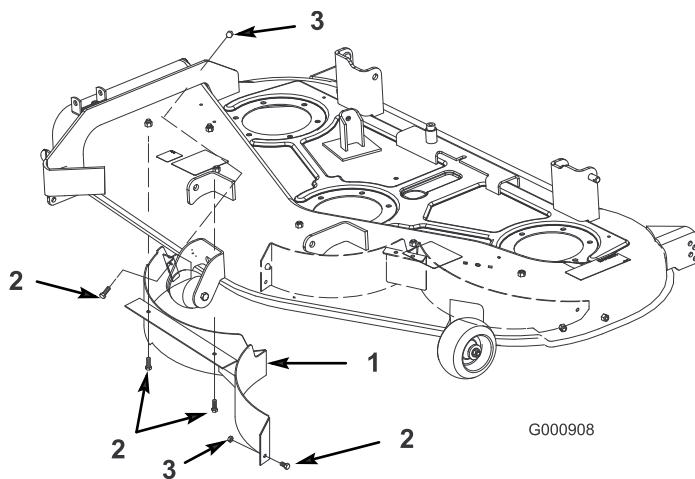

Bild 20
3. Nehmen Sie die Sicherungsmutter oben und in der Mitte des rechten Ablenklechs ab (Bild 20).
4. Lassen Sie das Ablenklech ab und ziehen Sie es aus der Auswurföffnung (Bild 20).
5. Setzen Sie aus Sicherheitsgründen die Schrauben (5/16 x 5/8 Zoll) und Sicherungsmuttern (5/16 Zoll) in die offenen Löcher am Mähwerk ein, die Sie in Schritt 3 entfernt haben (Bild 20).
3. Nehmen Sie die Schrauben und Muttern aus den Löchern am Mähwerk, in denen Sie das Ablenklech am Mähwerk befestigen möchten (Bild 20).
4. Schieben Sie das Ablenklech in die Auswurföffnung (Bild 20).
5. Befestigen Sie das Ablenklech mit den Schrauben und Muttern (Bild 20), die Sie in Schritt 3 abgenommen haben.